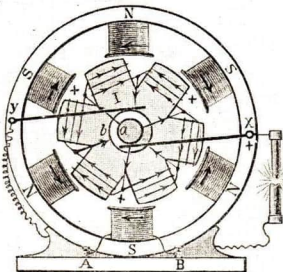
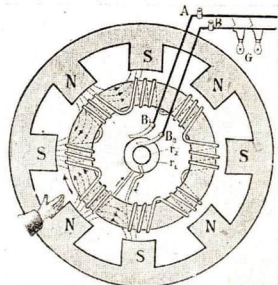

Abb. 386. 6polige Wechselstrommaschine
Abb. 387. Hochfrequenzmaschine
**2. Vorgang.** Dreht man das Drahtrechteck in Abb. 386 wie angegeben, so entsteht nach der Polregel im rechten Drahtstück  $CD$  Strom nach vorn, im linken Drahtstück  $AB$  Strom nach hinten, die sich beide
3. Statt eines einzelnen Drahtrechtecks benutzt man in der Technik **Drahtspulen**, die man innerhalb eines Ständers vor einer Reihe von Nord- und Südpolen laufen läßt (Abb. 386).
**Spule I** (Abb. 386) hat einen Anfang und ein Ende; der Anfang ist mit dem einen Ring  $a$ , das Ende mit dem anderen Ring  $b$  des Kollektors verbunden. [ $a$  wird positiv,  $b$  negativ.] Der Techniker hat nur dafür Sorge zu tragen, daß auch die anderen Spulen mit  $a$  und  $b$  so verbunden werden, daß  $a$  ihr positives,  $b$  ihr negatives Ende in der augenblicklichen Stellung darstellen.
Statt des Sternankers (Abb. 386) benutzt man häufig auch den Flachringanker (Abb. 387).